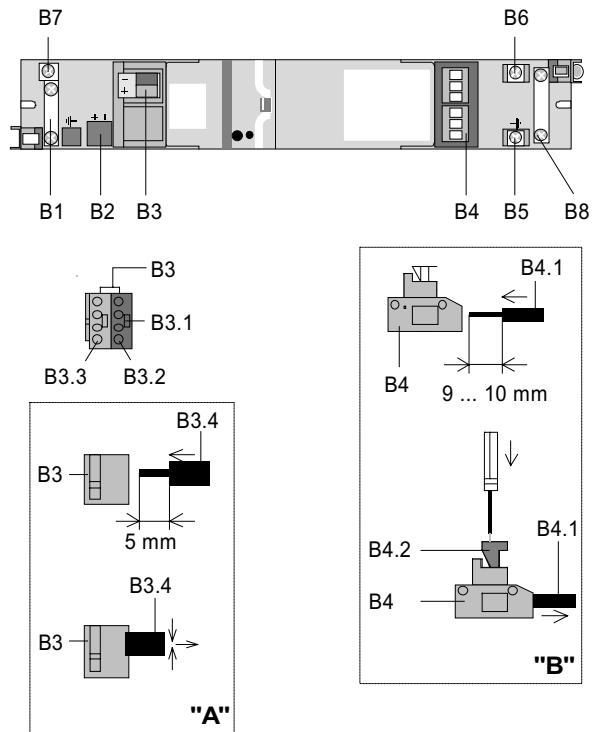

Bild 3: Anschlüsse
Busklemme abziehen (Bild 3)
Busklemme aufstecken (Bild 3)
Anschießen der Busleitung (Bild 3 "A")
- Der Leitungsmantel der Busleitung ist mit der Leitungsfestigung (B1) am Gehäuse des Einbaugerätes zu befestigen. Wird eine Leitung mit Abschirmung verwendet, kann diese an der Klemme (B7) festgeschraubt werden (Bild 3).
- Die Aussparung (B2) dient zur Aufnahme eines Überspannungsschutzes. Die Anschlüsse werden parallel zu der Buslinie in die Busklemme eingesteckt (Bild 3).
Abklemmen der Busleitung (Bild 3 "A")
Laststromkreise anschließen (Bild 3 "B")
- Der Leitungsmantel ist mit der Leitungsfestigung (B8) am Gehäuse des Einbaugerätes zu befestigen (Bild 3).
Die Klemmen (B5) und (B6) dienen zur Verbindung von N-Leitern (B6) und PE-Leitern (B5) mehrerer Leitungen (Bild 3).
Laststromkreise abklemmen (Bild 3 "B")